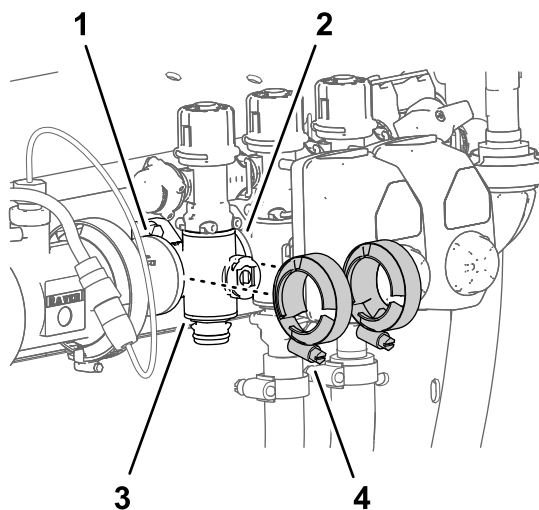

Рисунок 129
- Установите, не затягивая, фланцевые хомуты, снятые при выполнении действий, описанных в разделе Демонтаж коллекторного клапана секции \(страница 98\), на фланцы коллектора клапана секции и фланцы другого клапана секции (клапанов секций) и/или переходного соединителя (Рисунок 129).
7. Затяните 2 фланцевых хомута от руки (Рисунок 129).